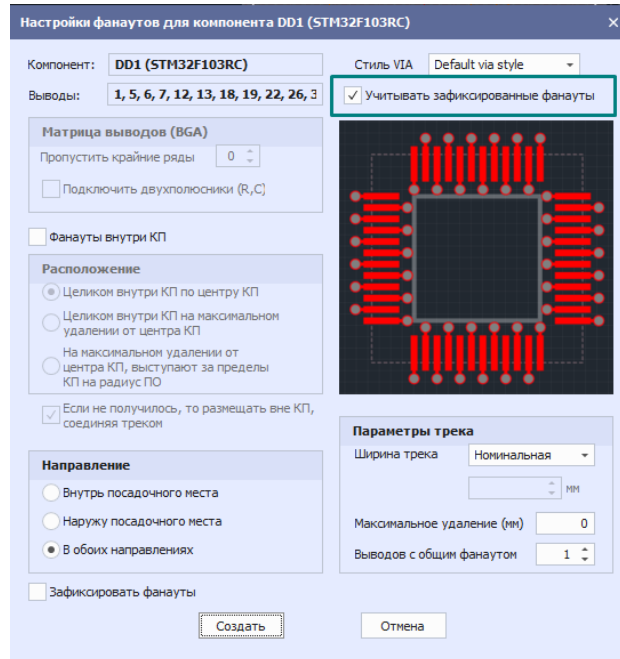

Рис. 269 Учет зафиксированных существующих фанатов
- Учет зафиксированных существующих фанатов при построении новых, поставив флаг в чек-боксе «Учитывать зафиксированные фанаты», см. Рис. 269.